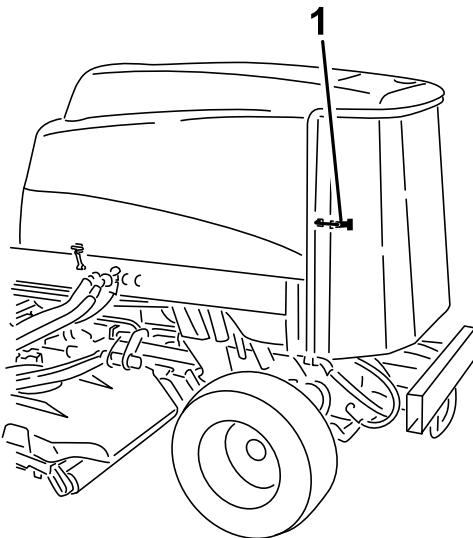

Рисунок 78
- Откройте защелку и откиньте заднюю решетку (Рисунок 78).